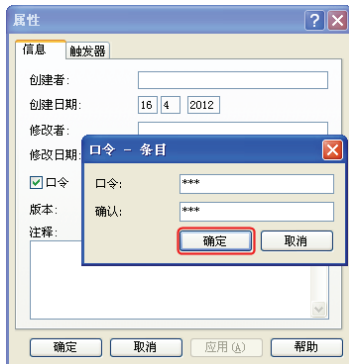

图 9-45 添加触发器
2) 设定口令加密。勾选“口令”选项，在弹出的“口令-条目”对话框中输入口令“123”，单击“确定”按钮，如图 9-45 所示。